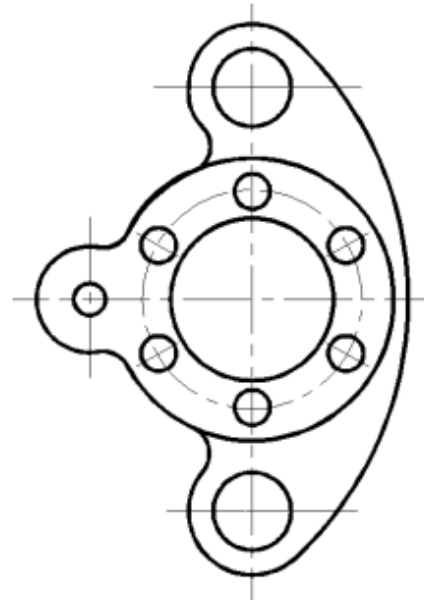

Рисунок 8.9 – Створення основного контуру і осей
Спочатку необхідно накреслити один елемент, наприклад коло, за допомогою команди **КРУГ** (2) та вертикальний відрізок – вісь кола (1), як показано на рисунку 8.8. Потім виконати команду **МАССИВ Круговой**, указавши центр масиву, кількість елементів масиву (наприклад 6), кут заповнення (360°), вибір об'єктів – обрати вісь (1) та коло (2), побудувавши отвори (рис. 8.9).